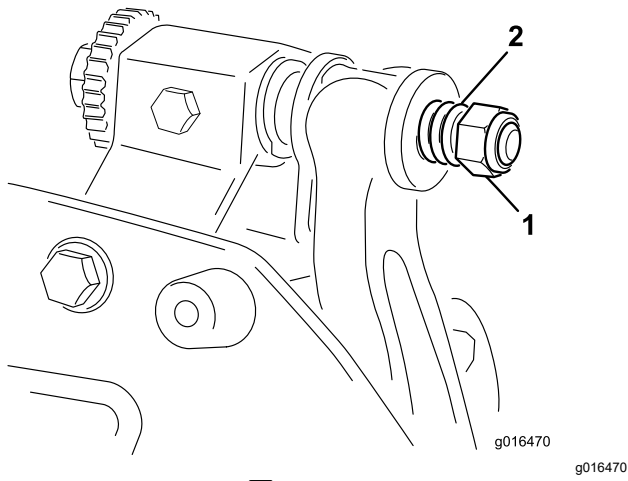

图 21
6. 旋紧弹簧加压螺母直到弹簧完全压紧然后往回松开 1/2 圈图 21。